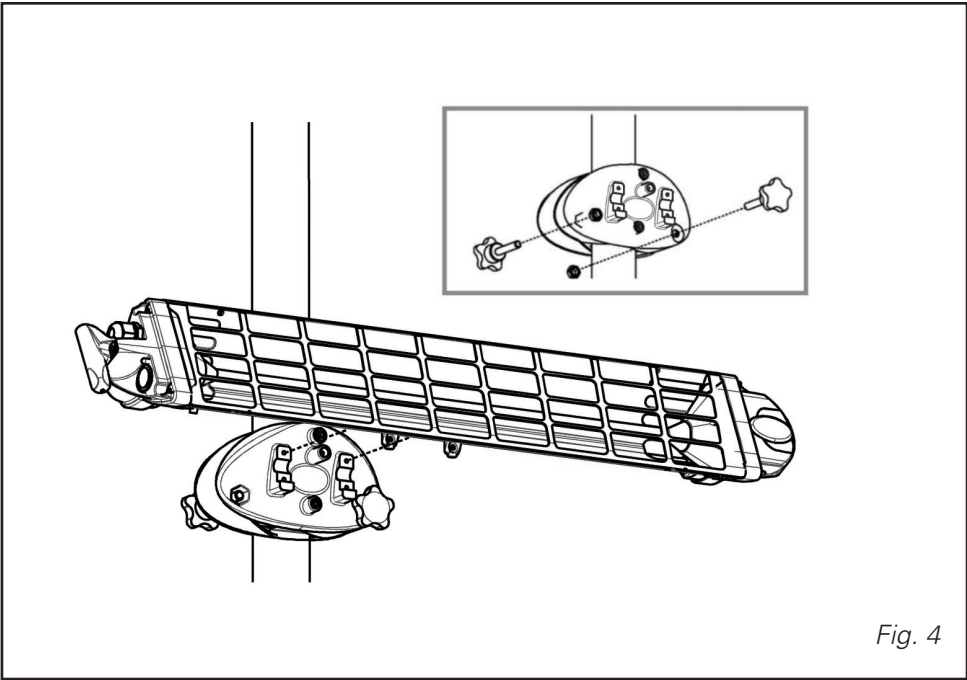

Fig. 4
- Крепление к стойке (768P). Прибор может быть прикреплен к стойке диаметром от 20 до 60 мм. Для его крепления следует использовать предоставляемую в комплектации опору и омегаобразные крепления (рис. 4). Опора предусмотрена для монтажа только одного устройства или двух противоположных.